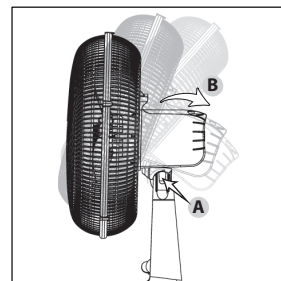

Figura 12
Para regular a inclinação do seu ventilador, pressione a trava lateral com o polegar, mantendo-a pressionada (A). Ajuste a inclinação da unidade motora para a posição desejada (B) e então solte as trava (**Figura 12**)